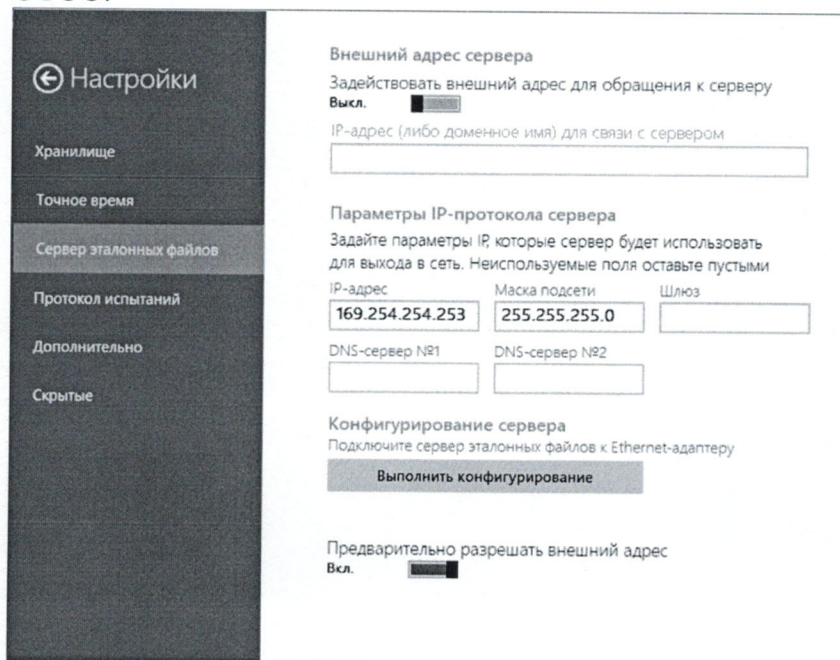

Рисунок 2
- в появившемся окне (рисунок 2) заполнить настройки параметров IP-протокола СФЭО.